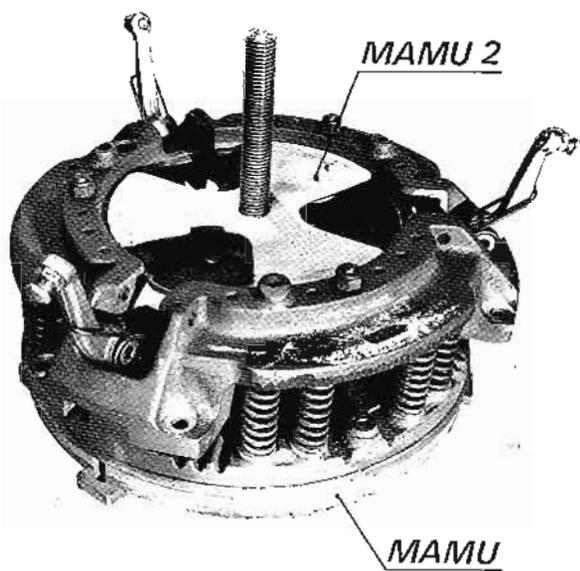

Fig. 3
- 1° - Le mécanisme étant à plat sur un établi, dégoupiller les axes (16) de doigt d'embrayage (15).
- 2° - Chasser les axes de doigt d'embrayage et dégager les épingles ressort anti-vibration (13).
- 4° - Mettre en place le mécanisme sur le plateau M A M U, puis placer le trèfle M A M U-2 dans le couvercle d'embrayage (voir figure 3 qui représente un embrayage double).
- 5° - Placer le trèfle M A M U-2 dans l'embrèvement du couvercle de mécanisme comme illustré à la figure 3.
Voir la figure 3
- 1° - Reposer le rail de 3ème vitesse (89) après avoir mis en place le chien d'engagement (90). Placer la fourchette (88) en l'engageant dans la gorge du balladeur du 3ème (20).
- 3° - Tourner le rail afin d'orienter le chien d'engagement vers le haut. Serrer la vis pointeau de la fourchette (88) et la freiner également au fil à lier.
- 4° - Glisser l'axe de verrouillage (81) dans le rail de 3ème vitesse.
- 6° - Voir les figures 3 et 4.